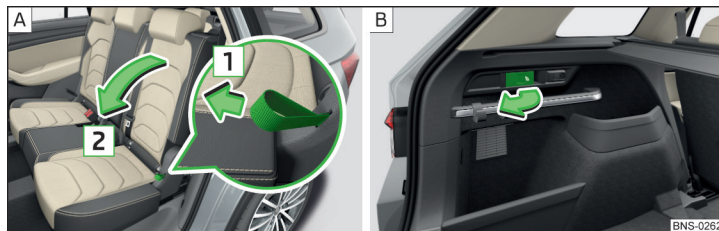

Fig. 77 Rabattre depuis l'habitacle / depuis le coffre
- Tirez sur les oeilletons dans le sens de la flèche [1] sur le côté du siège et rabattez le dossier dans le sens de la flèche [2] vers l'avant » fig. 77. Le verrouillage doit s'enclencher de façon audible.
- Tirez la manette respective dans le sens de la flèche » fig. 77. Le dossier du siège est déverrouillé, le cas échéant rabattu.
- Tirez sur les oeilletons [1] et relevez le dossier dans le sens inverse de la flèche [2] » fig. 77. Le dossier du siège doit être enclenché de façon audible.